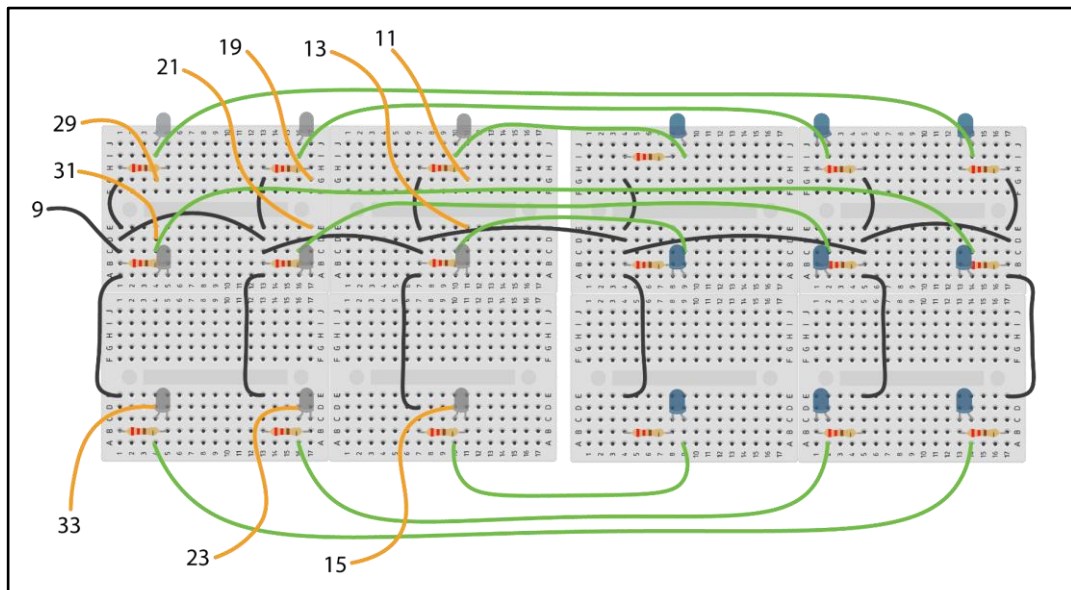

Рисунок 22. Подключение белых и ИК-светодиодов к GPIO.
- c. Connect Подключите каждую из 9 пар белых и ИК-светодиодов к GPIO (через 9 оранжевых проводов (+) и черных проводов (-, GND; черные соединительные провода) на **Рис. 22**. Для оранжевых проводов (оранжевый здесь для визуального отображения — на самом деле мы использовали красный соединительный провод) отрежьте электрический провод подходящей длины (~5 см) и подключите его последовательно к проводу DuPont типа «мама-мама», который затем будет подключен к плате GPIO (согласно логике на **Рис. 22**). *Здесь используется соединительный электрический провод (в отличие от проводов DuPont) из-за ограниченного пространства между светодиодами и напечатанными на 3D-принтере деталями, между которыми будут располагаться эти светодиодные матрицы.